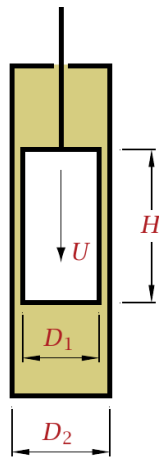

Figura 9: Amortiguador de aceite
9. **AMORTIGUADOR DE ACEITE.** El amortiguador representado en la figura 9 consta de un émbolo de diámetro D_1 y altura H que se mueve a una velocidad constante U en el interior de un cilindro de diámetro D_2 . Éste último contiene un líquido de viscosidad μ (conocida) a una temperatura de diseño. Se supondrá que el flujo entre el émbolo y el cilindro es laminar, con efectos de viscosidad dominantes.